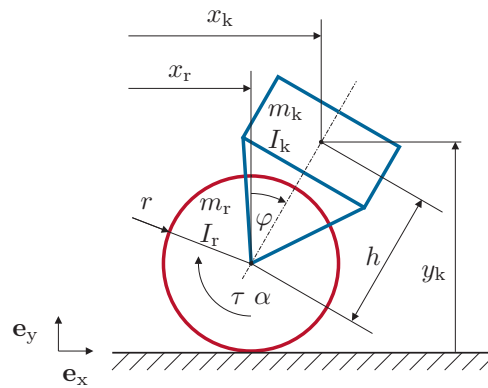

Abbildung 4: Darstellung des One-Wheel-Robot.
2. Gegeben ist eine Roboterkonstruktion nach Abbildung 4. Der Drehwinkel des Rades ist α , der Winkel um den der Roboterkörper verkippt ist mit φ bezeichnet. Ein Motor bewirkt ein Moment τ zwischen Rad und Körper. Rad und Körper haben jeweils eine Masse (m_r bzw. m_k) und ein Massenträgheitsmoment bezüglich der z-Achse durch den jeweiligen Schwerpunkt (I_r bzw. I_k). Der Abstand zwischen Radnabe und Schwerpunkt des Körpers ist h . Das Rad rollt am Boden ohne zu rutschen. 12 P. |